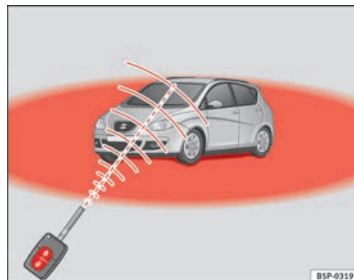

Fig. 65 Périmètre d'action de la radiocommande
- La radiocommande fonctionne uniquement lorsque vous vous trouvez dans le périmètre d'action $\Rightarrow$ fig. 65 (zone rouge).